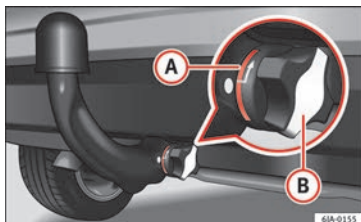

Fig. 199 Fixação correta da barra de cabeça esférica.
- A marca vermelha **A** » » **Fig. 199** na roda manual indica a marca branca na barra de cabeça esférica.